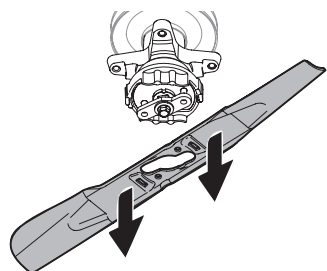

Figure 3
5. Lorsque le trou au centre de la lame est aligné avec le support de retenue, tirez sur la lame. Voir Figure 3.